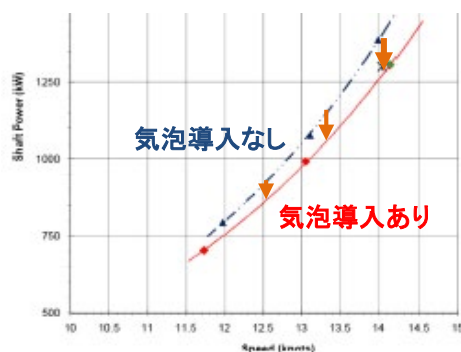

図4 実船試験での船舶スピードと軸動力（Shaft Power）の関係
- ▶ 実船試験を行い、正味10～15%の動力節減を実証した。船舶スピード上昇と共に、動力節減効果も上昇した（図4）。